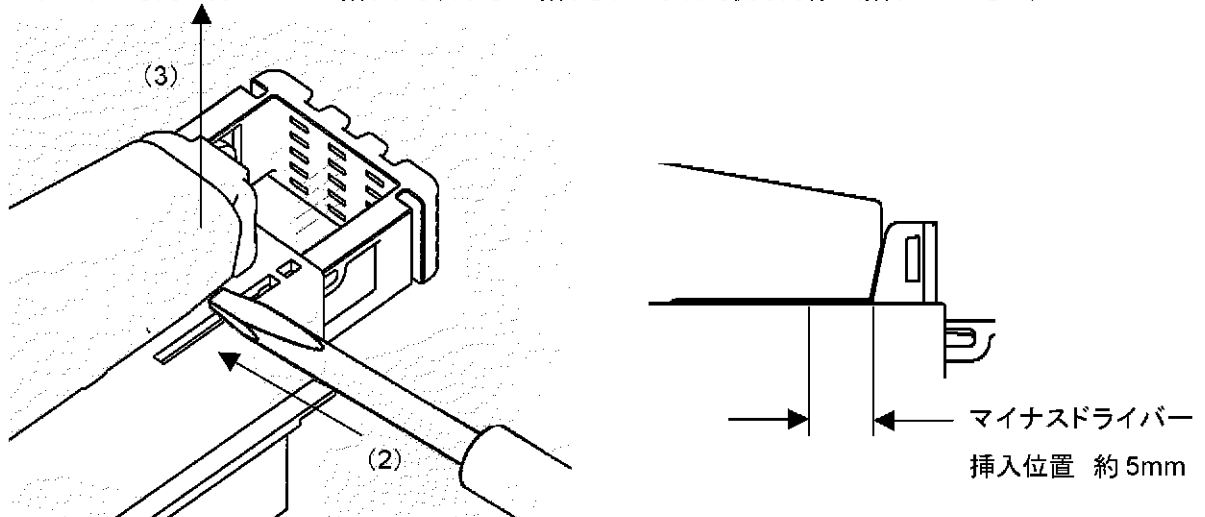

Fig.17
- (1) レバーを嵌合開始位置まで操作(回転)する。(6.1(3)参照)
- (2) Fig.17 のようにハーネスカバーとプラグアッセンブリの間にマイナスドライバーを挿入する。そのまま(3)の方向に持ち上げて解除する。片方が解除されたら反対側も同様に解除して下さい。